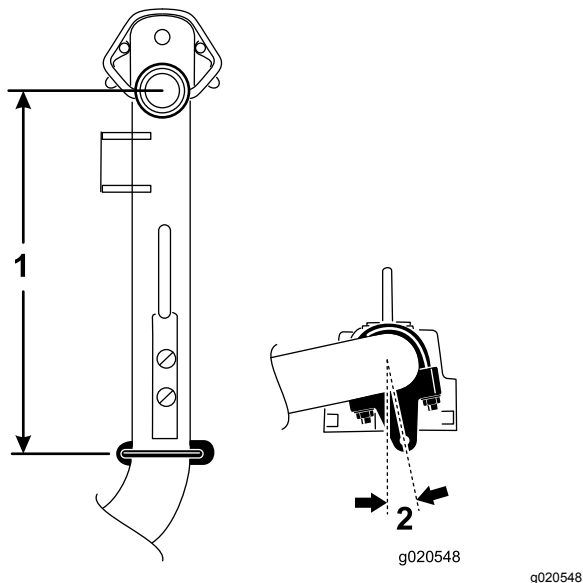

Figura 7
5. Nos braços de elevação número 6 e 7, posicione os suportes e as cavilhas em U 36,8 cm atrás do centro da articulação (Figura 7).